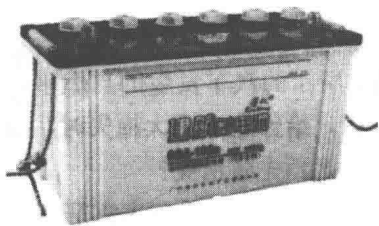

图 1-2 汽车蓄电池
① 电源 电源是为电路提供电能的设备和器件，如图 1-2 所示，包括蓄电池和发电机。